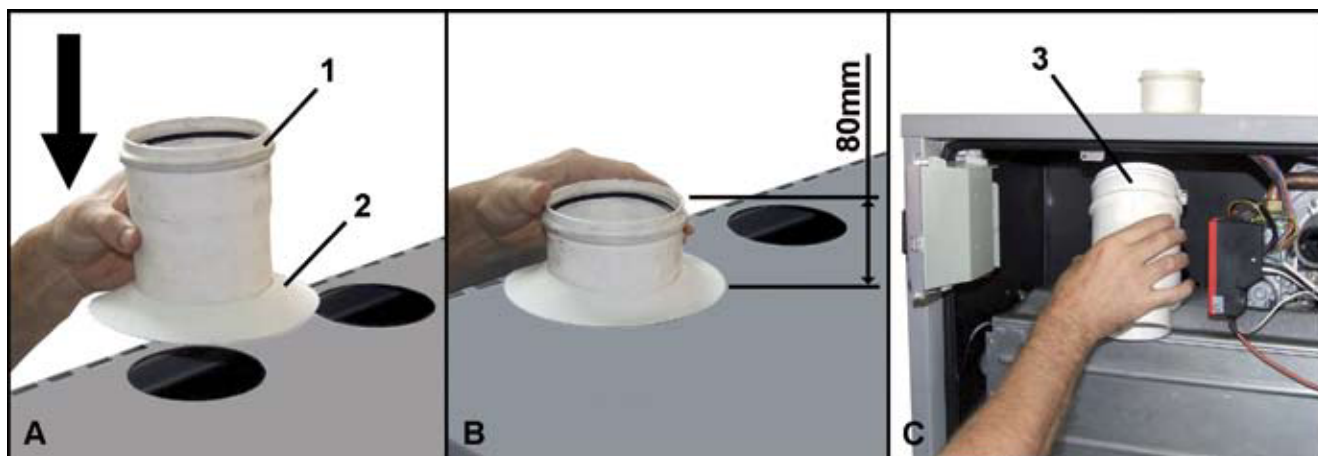

Рис. 27
- B Обеспечить расстояние, показанное на детали «B» рис. 27. Это расстояние должно быть увеличено на 5 мм на каждом последующем модуле.